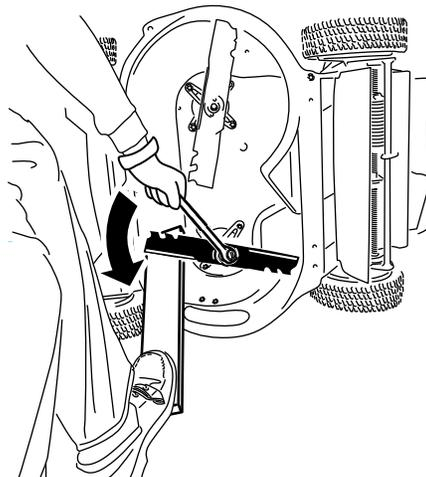

Рисунок 36
1. Используйте деревянную подкладку для неподвижного удерживания каждого ножа и поверните болт крепления ножа против часовой стрелки, как показано на Рисунок 36.